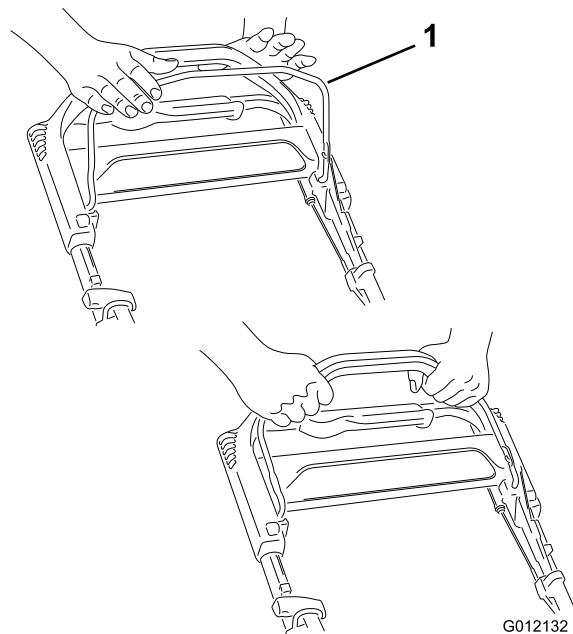

Figure 11
1. Maintenez la barre de commande de la lame (Figure 11) contre le guidon.